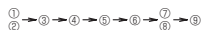

Fig. 4-1
- Pirms iekārtas ekspluatācijas uzsākšanas noteikti noņemiet pārsegu no COMP KORPUSA AUGŠPUSES un COMP KORPUSA PRIEKŠPUSES, kā arī noņemiet COMP nostiprinātās daļas. (Fig. 4-1)